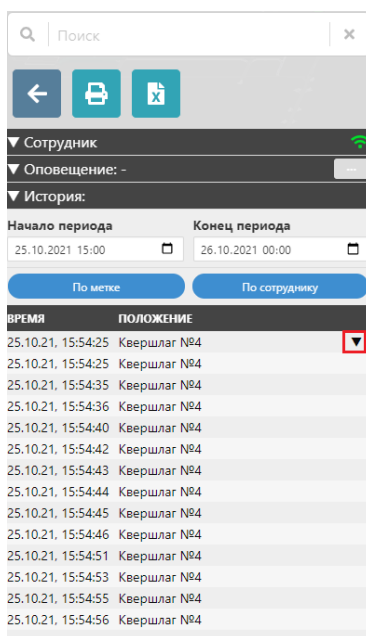

Рисунок 18 - Детализация перемещений.
2.8.2.3. При нажатии кнопки «раскрыть» можно просмотреть детализацию истории по данной зоне (рисунок 18).